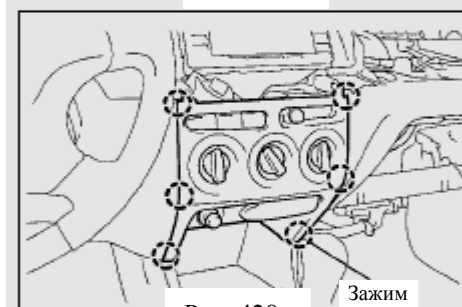

Рис. 428
(3) Снимите шесть стопорных защелок, выньте блок управления и регулировки отопителя (рис. 428)